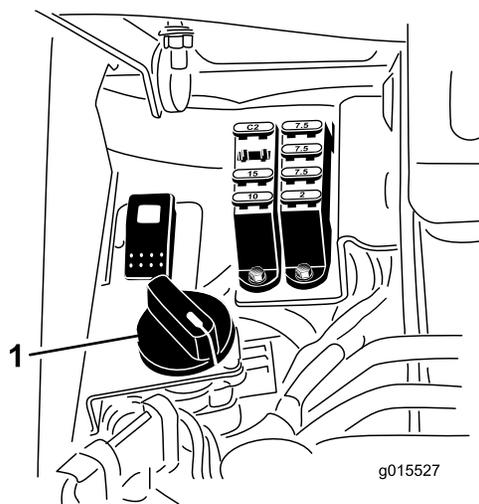

Bild 41
- Drehen Sie zum Einstellen der Spindeldrehzahl das Handrad (Bild 41), bis die Zeiger auf die Nummer zeigen, die der gewünschten Einstellung entspricht.